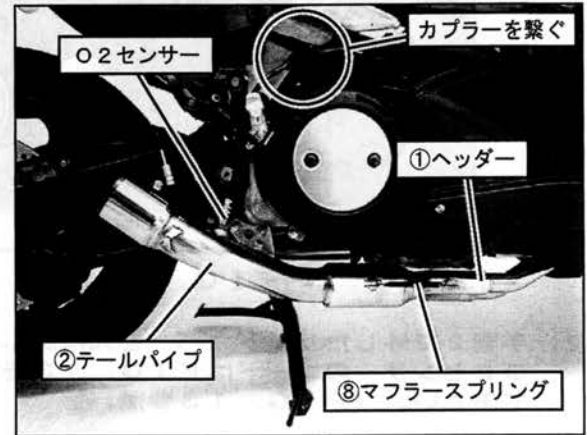

FIG. 8
7. ①ヘッダーに②テールパイプを差し込み、⑧マフラスプリングをスプリング取付工具を使用して取り付けて下さい。(FIG. 8参照)